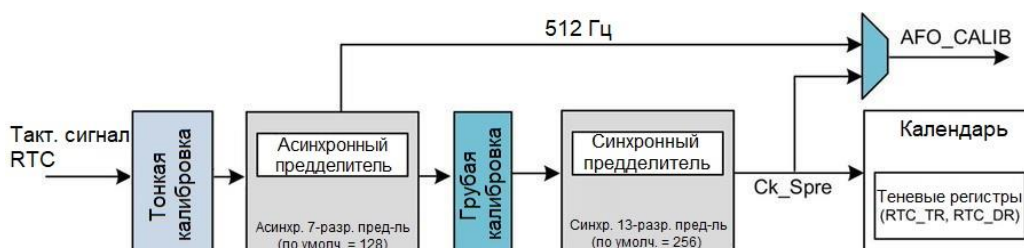

Рисунок 3: Структурная схема распределения тактового сигнала RTC
- Невозможно проверить результат калибровки, так как выходной сигнал 512 Гц находится перед блоком калибровки (см. **рисунок 3⁴**). Вы можете проверить калибровку в некоторых микроконтроллерах STM32, поскольку 1 Гц выход СК_Spre находится после блока грубой калибровки. Обратитесь к справочному руководству по вашему микроконтроллеру.